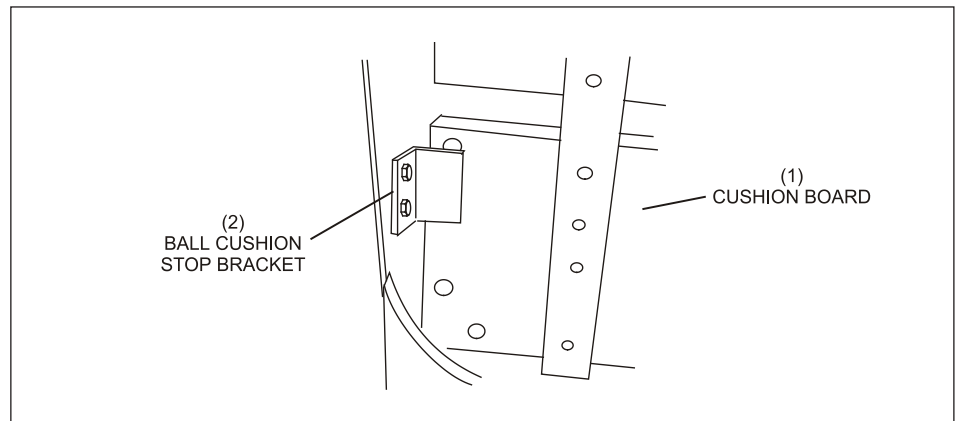

Abbildung 5-10. Anschlaghalterung des Ballfangs
- a. Der Ballfanganschlag ist am Ballbeschleunigergehäuse befestigt. Ziehen Sie den Ballfang zurück und positionieren Sie den Anschlag bündig an der Platte. Siehe *Abbildung 5-10*.
- (1) BALLFANG
- (2) BALLFANG-ANSCHLAGHALTERUNG